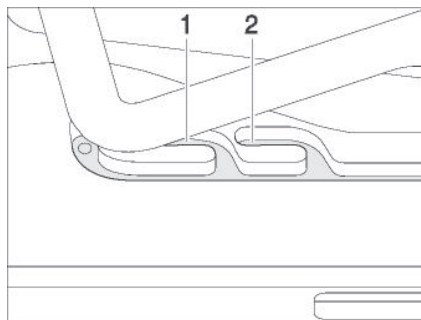
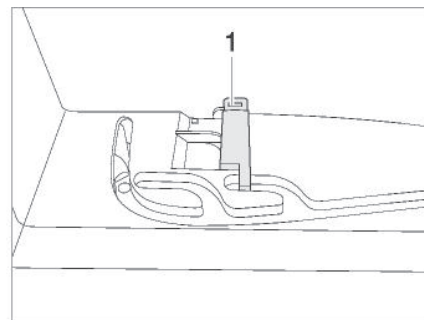

Bild 20 Kipp-Dachhaube in Lüftungsstellung (Abb. ähnlich)
Bild 21 Verriegelung in Lüftungsstellung (Abb. ähnlich)
Die Kipp-Dachhaube kann in zwei Lüftungsstellungen gebracht werden: Schlechtwetterstellung (Bild 20,1) und Mittelstellung (Bild 20,2). Je nach Modell kann die Dachhaube in der Mittelstellung mit dem Riegel (Bild 21,1) verriegelt werden.
- Den Bügel leicht nach oben drücken und in die gewählte Führung (Bild 20,1 oder 2) schieben und ggf. verriegeln.